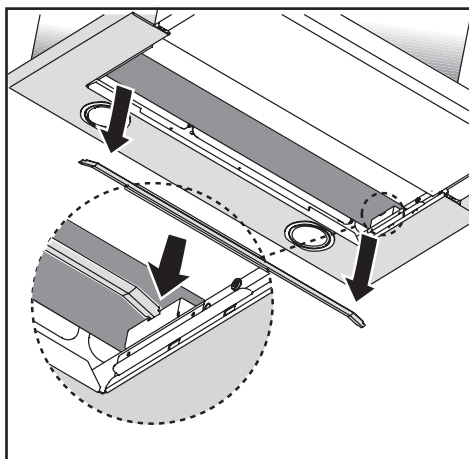

Fig.3
- Nel caso in cui il prodotto sia in versione filtrante togliere il filtro a carbone rigenerabile tirando verso l'esterno la staffa e rimuovendola dalla propria sede (Fig.3).